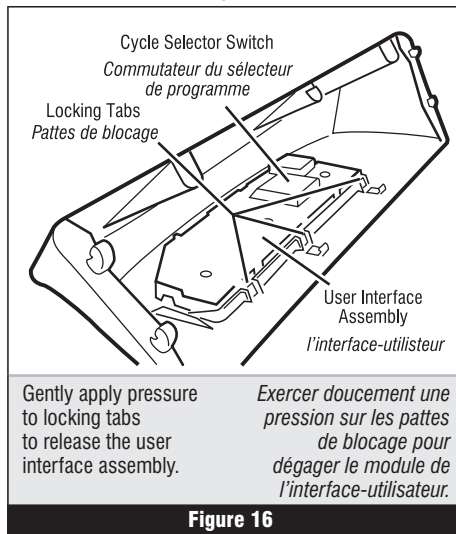

Figure 16
6. Remove the cycle selector switch from the user interface assembly opening by lifting the locking tab on the cycle selector switch and turning the selector switch in a counter-clockwise direction. See figure 16.
7. Locking tabs located at the bottom of the console insert panel secure the user interface assembly to the console insert panel. Using a flat-blade screwdriver, gently apply pressure to the locking tabs to release the user interface assembly. See figure 16.
6. Retirer le commutateur du sélecteur de programme à travers l'ouverture pour le séparer de l'interface-utilisateur : pousser vers le haut sur les pattes de blocage du commutateur de sélection de programme et faire tourner le commutateur dans le sens antihoraire. Voir figure 16.
7. Les pattes de blocage situées en bas du panneau de la console assujettissent l'interface-utilisateur sur le panneau de la console. Exercer doucement un effet de levier avec un tournevis à lame plate sur les pattes de blocage pour dégager le module de l'interface-utilisateur. Voir figure 16.